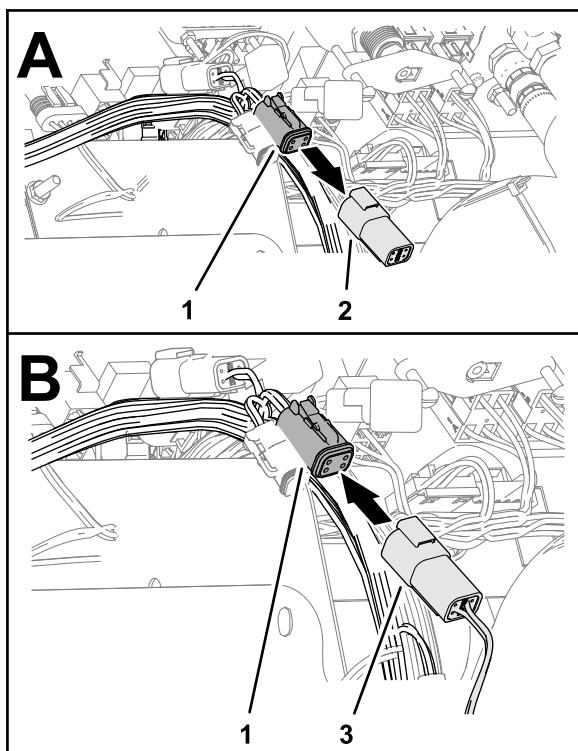

Figura 168
2. Retire la terminación del Bus ISO del conector hembra de 4 vías del arnés GeoLink marcado CAN 1 ISOBUS TERMINATOR (Figura 168).
3. Enchufe el conector To ISOBUS del arnés del Bus ISO-CAN en el conector CAN 1 ISOBUS TERMINATOR del arnés GeoLink (Figura 168).